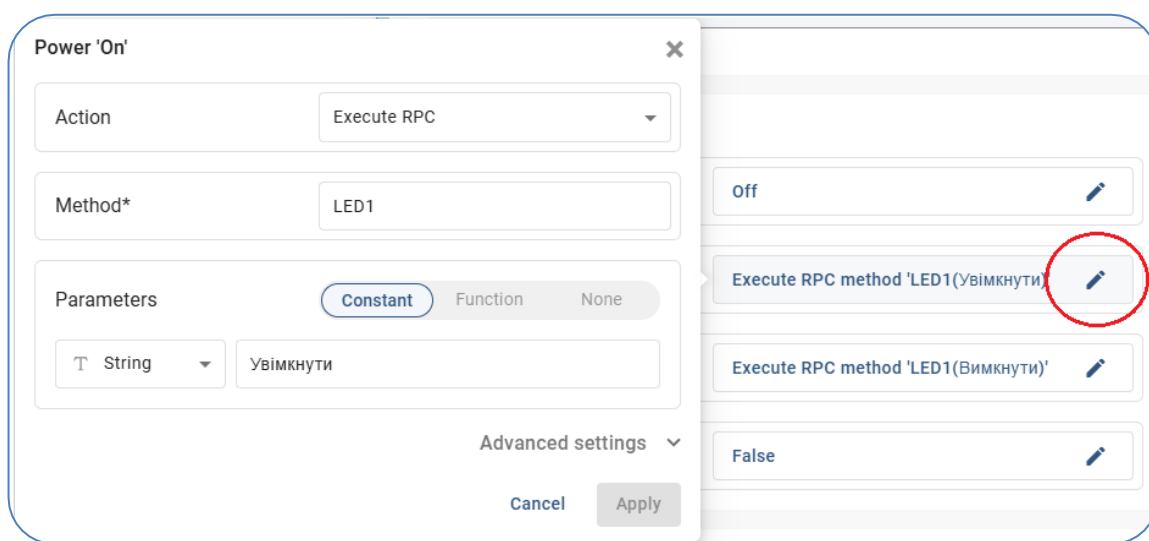

Рис. 6.4. Налаштування дії Power 'On'
- Налаштувати кожну дію натиснувши на символ олівця. Наприклад, для увімкнення першого світлодіода, можливо налаштувати виконання віддаленого виклику функції LED1 з параметром типу String «Увімкнути» (рис. 6.4).